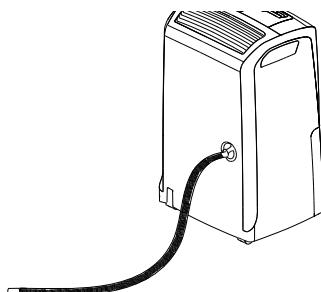

fig. 4
- 2) Insérez le capuchon de vidange 1 dans le flexible de vidange du condensat (8) jusqu'à l'extrémité (Fig. 3), puis vissez le capuchon sur la goulotte 2 (Fig. 4).